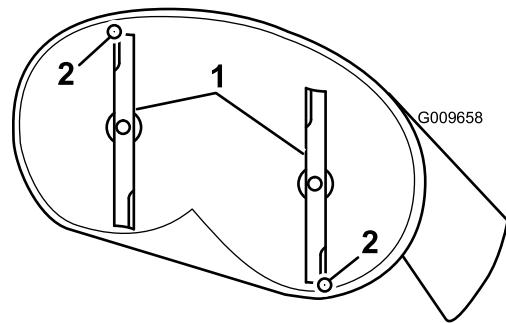
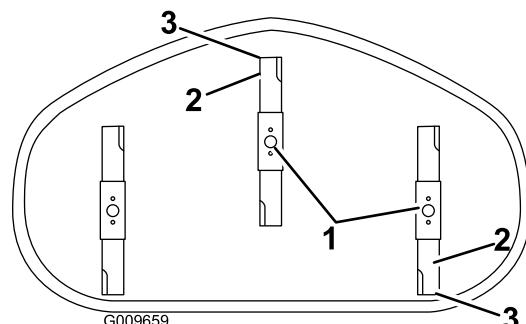

Figure 64
Figure 65
5. Mesurez la distance entre la pointe de la lame avant et la pointe de la lame arrière par rapport à la surface plane (Figure 64 et Figure 65). Si la pointe avant de la lame n'est pas de 1,6 à 7,9 mm plus basse que la pointe arrière, réglez le contre-écrou avant.
4. Faites pivoter les lames avec précaution pour faire passer les pointes avant à l'arrière (Figure 64 et Figure 65).
8. Une fois le réglage effectué, vérifiez à nouveau l'inclinaison avant/arrière des lames. Poursuivez le réglage de l'écrou jusqu'à ce que la pointe avant de lame soit de 1,6 à 7,9 mm plus bas que la pointe arrière (Figure 64 et Figure 65).